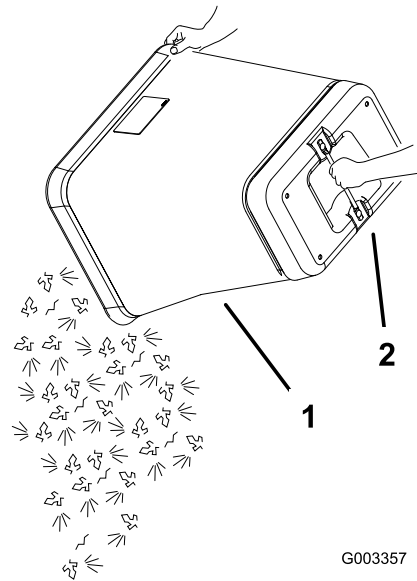

Bild 55
6. Fassen Sie den Griff unten am Grasfangkorb an und drehen den Grasfangkorb zum Entleeren um (Bild 55).